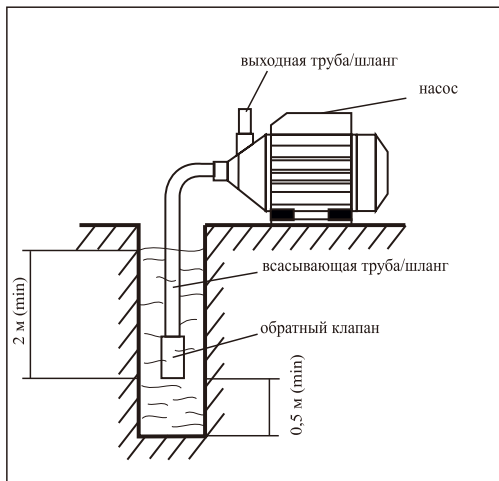

рис. 2
- всасывающую трубу (шланг) присоединить к входному патрубку и погрузить в воду, как указано на рис.2;
- Для оптимального функционирования насоса рекомендуется устанавливать на всасывающую трубу обратный клапан (в комплект поставки не входит), как указано на рис.2.